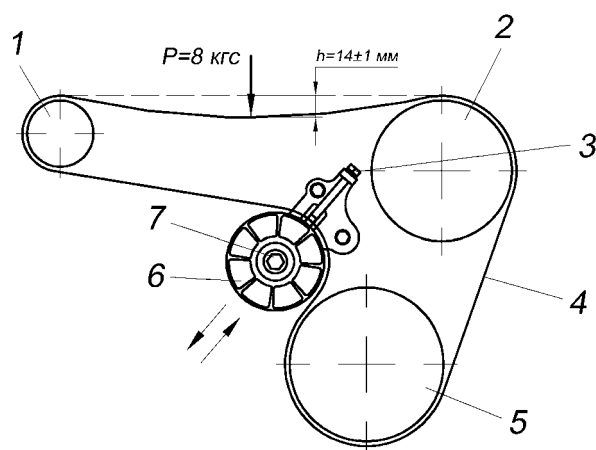

Рисунок 39 – Схема натяжения ремня привода агрегатов:
- ослабить болт 7 (Рисунок 39) крепления натяжного ролика на оси;
3. Ослабить болт 7 (Рисунок 39) крепления натяжного ролика на оси, вращая болт 3 ослабить и снять ремень привода агрегатов.